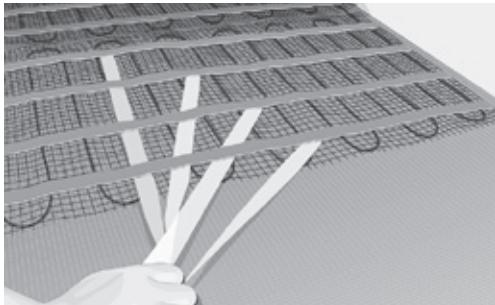

Fig. 8. Retirer le support de bande et fixez les passages de tapis
12. Une fois que le(s) tapis est(sont) positionné(s) conformément à votre dessin et bien ajusté(s) à la surface du sol, fixez-le(les) au sol en retirant la doublure du ruban double face et appuyez légèrement sur le ruban. Continuer la procédure jusqu'à ce que tout le tapis soit fixé (fig. 8).